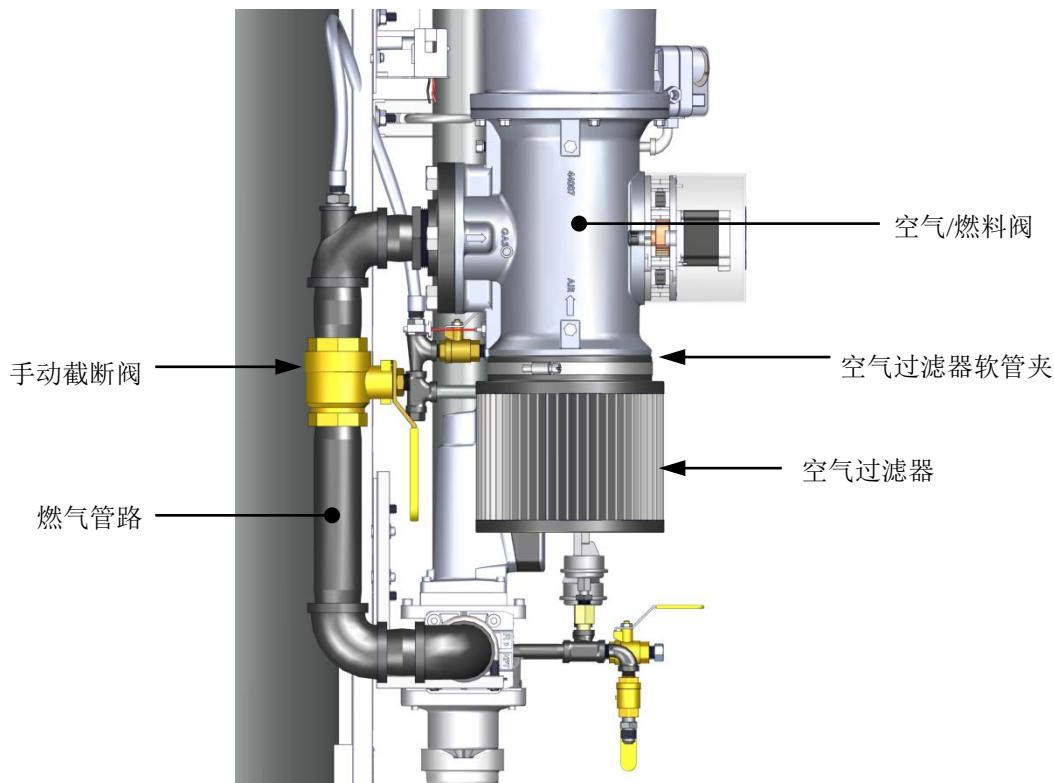

图 7-7：空气过滤器位置
基准系列锅炉配有一个空气过滤器（部件号 59138），应每 12 个月清洁和重新上油，每 24 个月更换一次。空气过滤器位于空气/燃料阀的入口，如图 7-7 所示。
2. 抓住顶部手柄，直接拉出，以从设备上拆下顶部护罩。这将使护罩与侧部面板上的四 (4) 个针脱离。
3. 请参见图 7-7，找到附于空气/燃料阀入口的空气过滤器。